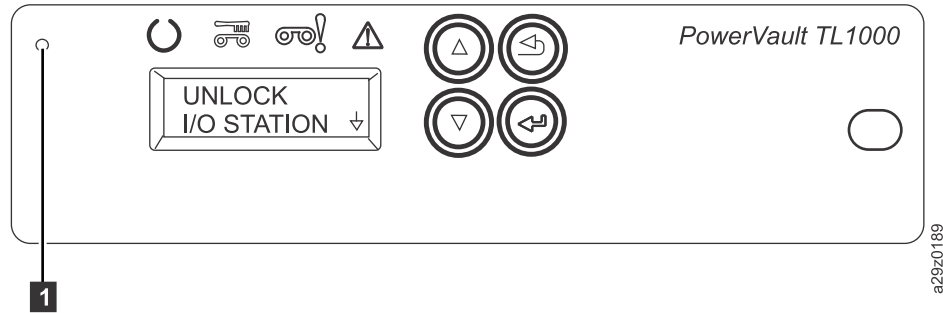

Figura 115. Agujero de acceso de liberación de bloqueo del cargador de cartuchos
1. En el panel frontal, ubique el agujero de acceso para el mecanismo de liberación de bloqueo del cargador de cartuchos en la parte izquierda del Panel de operador(**1** en Figura 115 en la página 126).